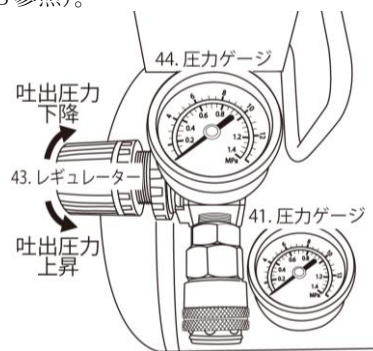

図5
③使用圧力は、43. レギュレーターで調節する事が出来ます。43. レギュレーターの調整キャップを時計回転方向に回すと、吐出圧力が上がり、反時計回転方向に回すと吐出圧力が下がります（図5参照）。
④41. 圧力ゲージが28. エアタンクの内圧、44. 圧力ゲージが吐出圧力（レギュレーター調節式）を表示しています（図5参照）。